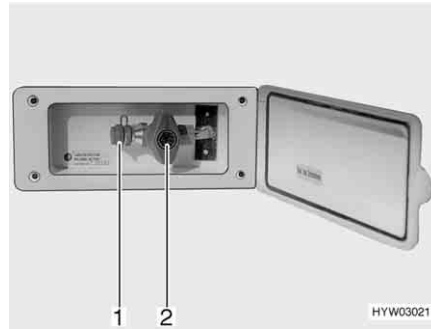

Fig. 153 Presa gas esterna, rubinetto di arresto del gas chiuso
La presa gas esterna (Fig. 153) si trova, a seconda del modello, nella parte posteriore o sul lato destro o sinistro del veicolo.
- Collegare l'apparecchio a gas esterno all'attacco (Fig. 153,1).
- Aprire il rubinetto di arresto del gas (Fig. 153,2).